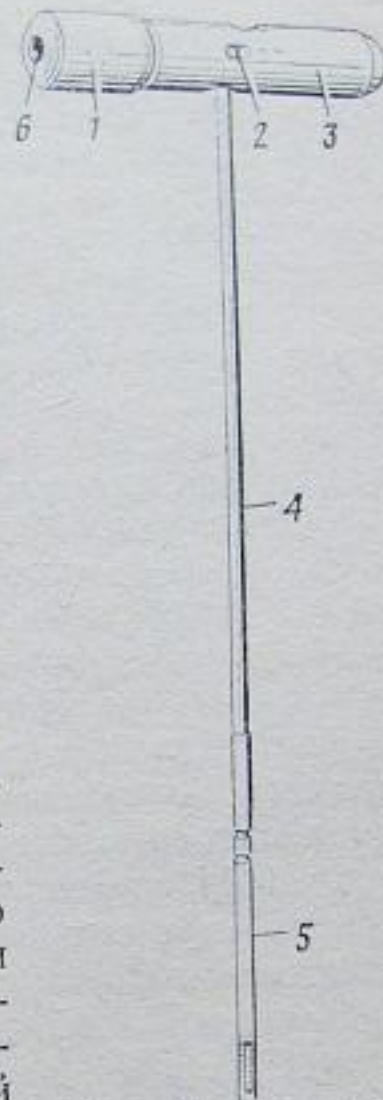

Рис. 41. Принадлежность автомата, подготовленная для чистки:
3) Осмотреть принадлежность, как указано в ст. 63, и подготовить ее для использования при чистке (рис. 41).